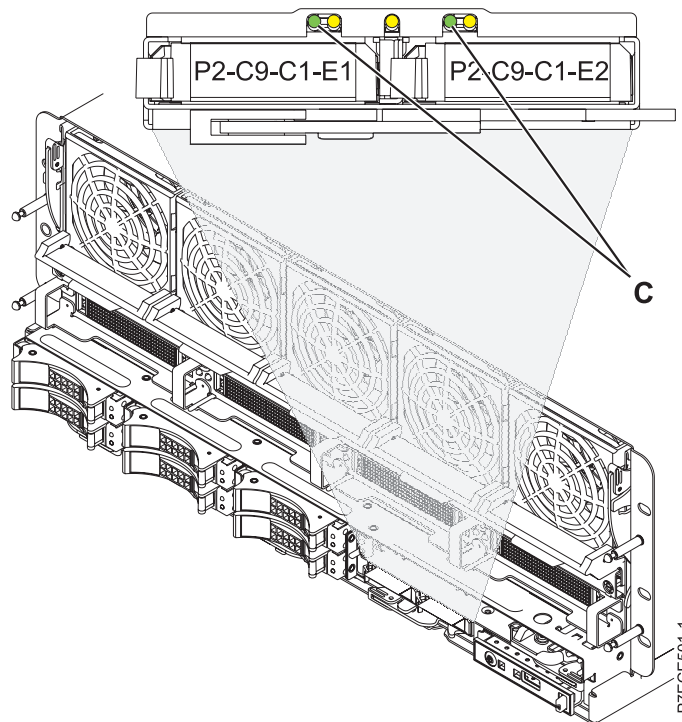

Figure 2. Voyants de pile de cache
6. Après avoir poussé le levier (A) pour l'ouvrir, placez la carte Cache RAID de 175 Mo – Activation d'E-S double dans son logement, comme indiqué dans la figure 2.